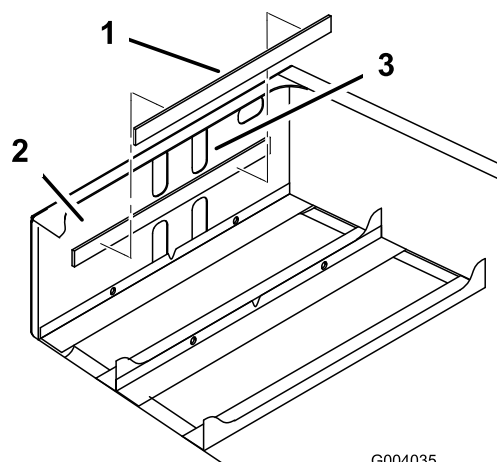

Figura 5
3. Retire la tira adhesiva de la parte de atrás de la almohadilla de la batería e instale ésta en la cara interior delantera del bastidor trasero, según se muestra en Figura 5.
Nota: La almohadilla debe quedar a aproximadamente 6,4 mm por debajo del borde inferior de la fila superior de orificios (Figura 5).